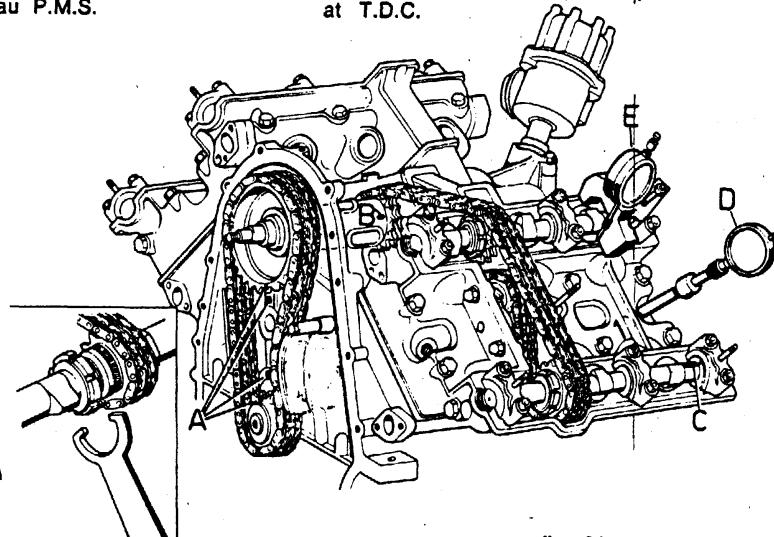

fig. 31
In caso di smontaggio del motore, per ottenere la giusta fasatura, procedere come appresso indicato. Ruotare l'albero a manovella fino a fare coincidere i denti segnati da uno (0) sull'ingranaggio distribuzione e sull'albero a manovella, con i relativi contrassegni (0) sul frontale basamento (fig. 31/A).
En cas de démontage du moteur, pour obtenir une mise en phase correcte, opérer de la façon suivante: faire tourner l'arbre à manivelle jusqu'à ce que les dents marquées par un (0) sur l'engraveur de distribution et sur l'arbre à manivelle coincident avec les marques (0) correspondantes sur le monobloc (fig. 31/A).
Rotate the crankshaft so as to bring the teeth marked with 0 on the timing gear on the crankshaft into line with the related matching marks 0 on the front of crankcase (A, fig. 31).
In caso di smontaggio di una delle due teste assicurarsi che lo zero (0) segnato sull'albero centrale sia visibile in corrispondenza dell'uscita della catena (fig. 31/B) con il pistone numero uno al P.M.S. nel caso che lo zero (0) non fosse visibile ruotare il motore di 360°.
Trovate queste coincidenze si può procedere al montaggio degli assi a camme facendo attenzione che i segni su di essi combacino con quelli stampigliati sui supporti (fig. 31/C).
Au cas où l'on démonterait une des deux culasses, s'assurer que le zéro (0) marqué sur l'arbre central soit bien visible en correspondance de la sortie de la chaîne (fig. 31/B) avec le piston n. 1 au P.M.S.; au cas où le zéro (0) ne serait pas visible, tourner le moteur de 360°.
Une fois que les coincidences ont été trouvées, on peut passer au montage des axes à camées en faisant bien attention à ce que les marques de ceux-ci coïncident avec celles estampillées sur les supports (fig. 31/C).
When removing one of the two heads, make sure that mark 0 on the central shaft can be spot at the exit of chain (B, fig. 31) with piston No. 1 at T.D.C., in case mark 0 cannot be spotted, rotate engine 360°.
When these coincidences are achieved, proceed to the assembly of camshafts making sure that marks stamped on them are aligned with those on the supports (C, fig. 31).
misuratore micrometrico sul foro della sua candela (fig. 31/D) (testa sinistra) e con i lobi degli assi a camme nella posizione indicata in (fig. 31/C) rivolti verso l'esterno. Si fissa un altro misuratore micrometrico in corrispondenza del bicchierino della valvola del cilindro numero uno (fig. 31/E), indi ruotare l'asse a camme fino che la valvola di aspirazione sia aperta di mm 2,2 e la valvola di scarico di mm 1,3. Analoga operazione dovrà essere fatta sulla testa opposta, tenendo presente che i lobi degli alberi a camme dovranno essere rivolti verso l'interno e che gli strumenti di misurazione dovranno essere posti sul cilindro numero sei.
Fare attenzione alla segnatura sugli assi a camme (fig. 31/C).
Pour trouver le P.M.S. du cylindre numéro un, fixer au moyen d'instruments spéciaux, un mesureur micrométrique sur le orifice de sa bougie (fig. 31/D) (culasse gauche), les lobes des axes à cames ayant la position indiquée sur la (fig. 31/C), tournés vers l'extérieur.
Fixer un autre mesureur micrométrique en correspondance de l'emboîtement de la soupape du cylindre numéro un (fig. 31/E) et faire tourner l'axe à cames jusqu'à ce que la soupape d'admission ait une ouverture de 2,2 mm et la soupape d'échappement une ouverture de 1,3 mm. La même opération devra être effectuée sur la culasse opposée, en tenant compte du fait que les lobes des arbres à cames devront être tournés vers l'intérieur et que les instruments de mesure devront être placés sur le cylindre n. 6.
Faire attention aux marques sur les axes à cames (fig. 31/C).
By means of the proper tools fix a micrometric gauge in the spark plug hole (fig. 31/D), left hand head, and with camshafts in the position indicated in (fig. 31/C). Fix an other micrometric gauge in correspondence of the valve cap of cylinder No. 1 (fig. 31/E), then turn camshaft till intake valve is mms. 2.2 open and exhaust valve mms. 1.3. Same operation should be carried out on the opposite head, keeping in mind that position of camshafts should be in opposite position in respect of (fig. 31/C) and that gauges should be fixde on cylinder No. 6. Pay attention to the marks on camshafts (fig. 31/C).